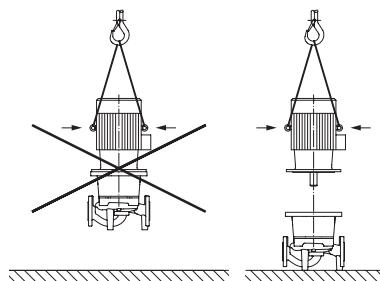

Рис. 1b
- Проушины для транспортировки на электродвигателе служат только для транспортировки электродвигателя, транспортировка всего насоса с их помощью недопустима (Рис. 1b).